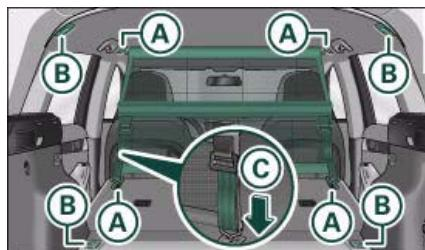

Fig. 88 Respaldo abatido: Enganchar la red de separación
- Enganche la red de separación en las argollas de alojamiento \Rightarrow fig. 88 .
- Enganche la red de separación en las argollas de alojamiento ⇒ fig. 88 **A**.